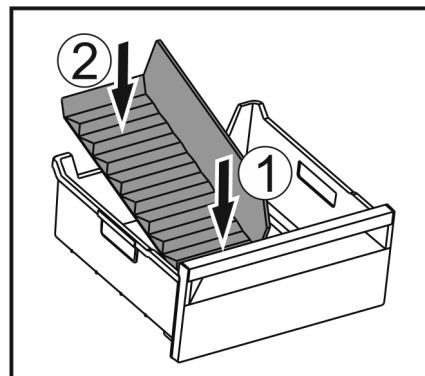

Fig. 51
- Přepážku vložte nejprve vpředu Fig. 51 (1).
- Spusťte dolů zadní díl Fig. 51 (2).